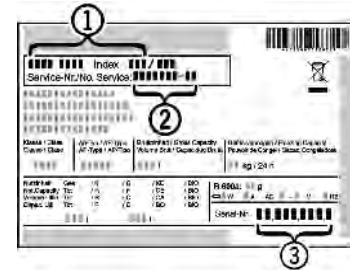

Fig. 10
► Обратитесь в сервисную службу и сообщите вид неисправности, наименование устройства Fig. 10 (1), сервисный № Fig. 10 (2) и серийный № Fig. 10 (3).